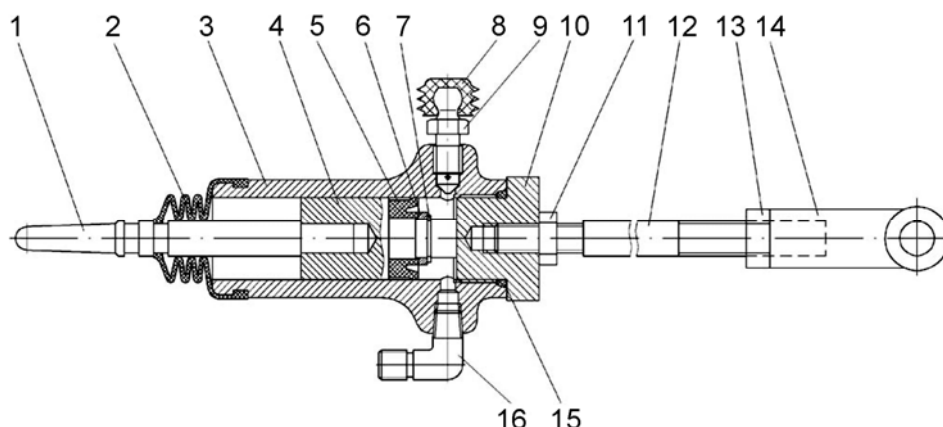

Рисунок 4.9 Цилиндр рабочий
1) снимите защитный колпачок 8 (рисунок 4.9) с рабочего цилиндра;
г) **разберите рабочий цилиндр** (рисунок 4.9), для чего: